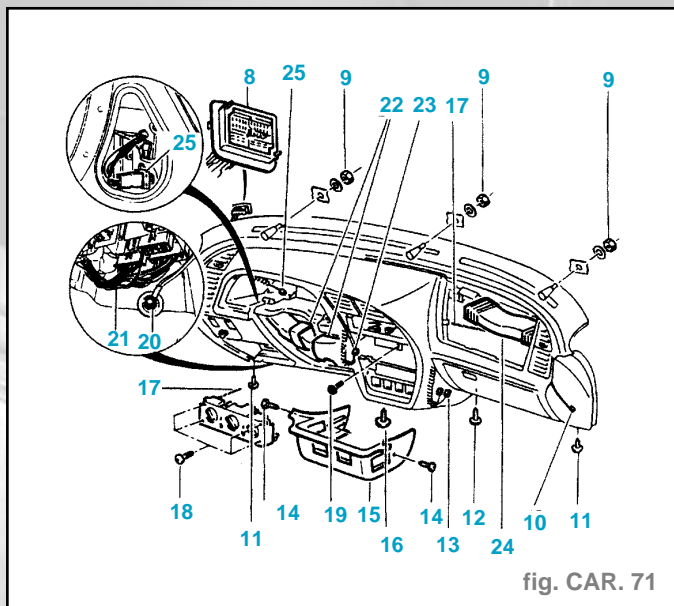

fig. CAR. 71
- Déposer (fig. CAR 71) :
- le connecteur (8),
- les fixations (9).